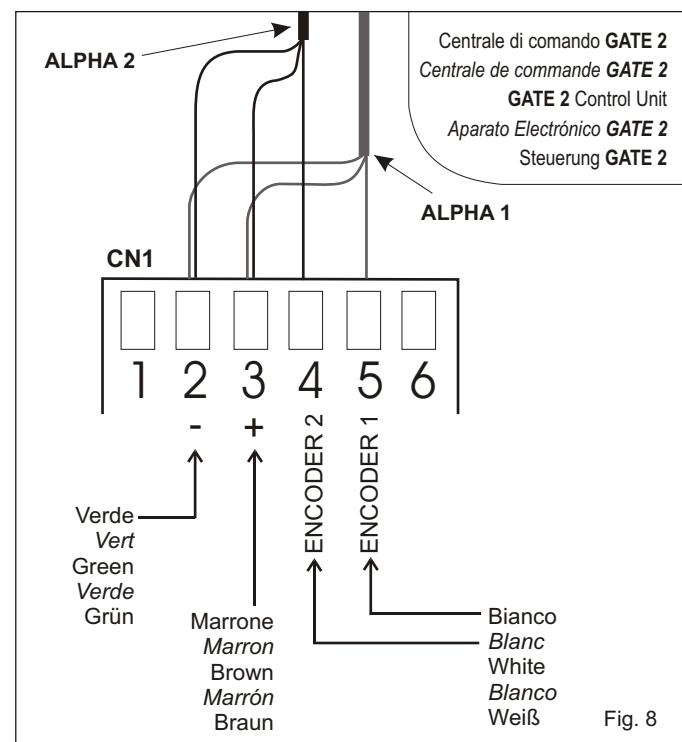

Fig. 8
(I) 8) Rispettare tutti i collegamenti come previsti nella Fig. 8 nella morsettiera dell'apparecchiatura elettronica cod. 23001125 - 23001126 (GATE 2) per la gestione dell'encoder.
(F) 8) Respecter toutes les connexions comme prévu dans Fig. 8 sur la plaque à bornes de l'armoire électronique cod. 23001125 - 23001126 (GATE 2) pour la gestion du encoder.
(D) 8) Für die Encoderverwaltung alle Verbindungen, wie in Abb. 8 der Kabelklemme der elektronischen Steuerung cod. 23001125 - 23001126 (GATE 2), durchführen.